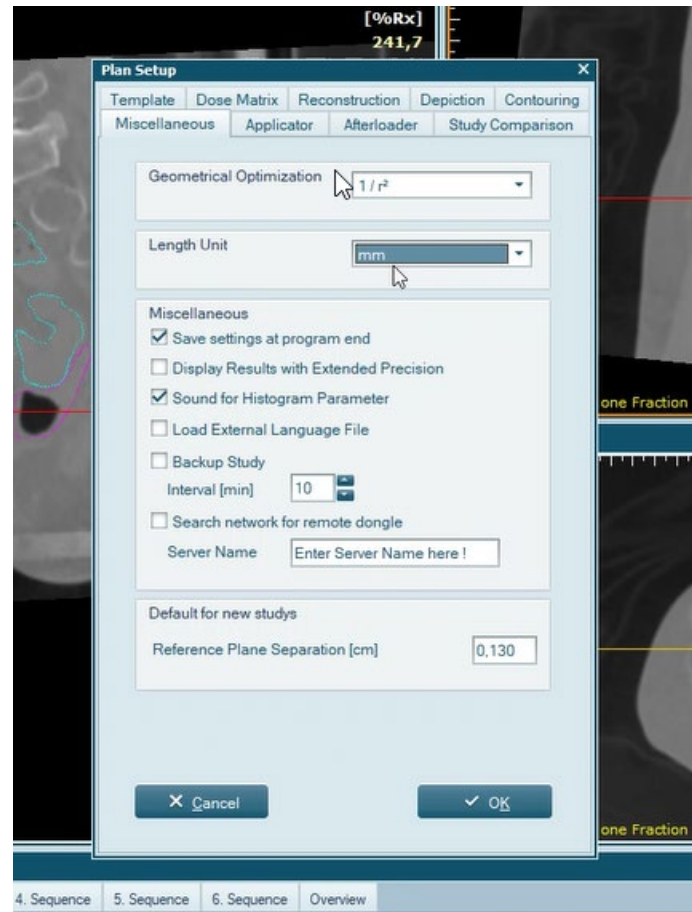

Figure 3 Dans la section Configuration du plan, sous Divers, l'option Unité de longueur est sélectionnée.
2. Sinon, dans la section *Configuration du plan*, sous *Divers*, assurez-vous que l'*unité de longueur* est réglée sur centimètres (voir la figure 3). Une fois ce réglage effectué, il n'y aura aucun problème lors de l'importation d'images CT (l'étape 3 n'est pas nécessaire).